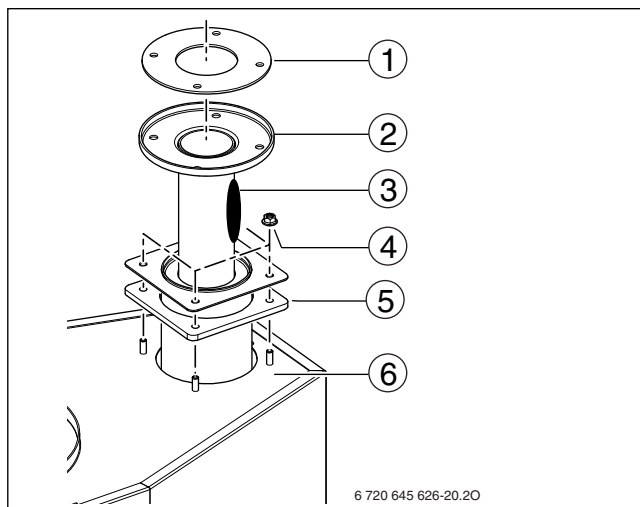

Bild 51 Brenner herausziehen
- Obere Brennerdichtung (→ Bild 51, [1]) abnehmen.
- Kabel des Temperaturfühlers (→ Bild 51, [3]) ausstecken.
- 4 Muttern (→ Bild 51, [4]) der Brennerbefestigung mit unterer Brennerdichtung (→ Bild 51, [5]) entfernen.
- Brenner (→ Bild 51, [2]) vorsichtig leicht schräg aus der Brennkammer (→ Bild 51, [6]) herausziehen.